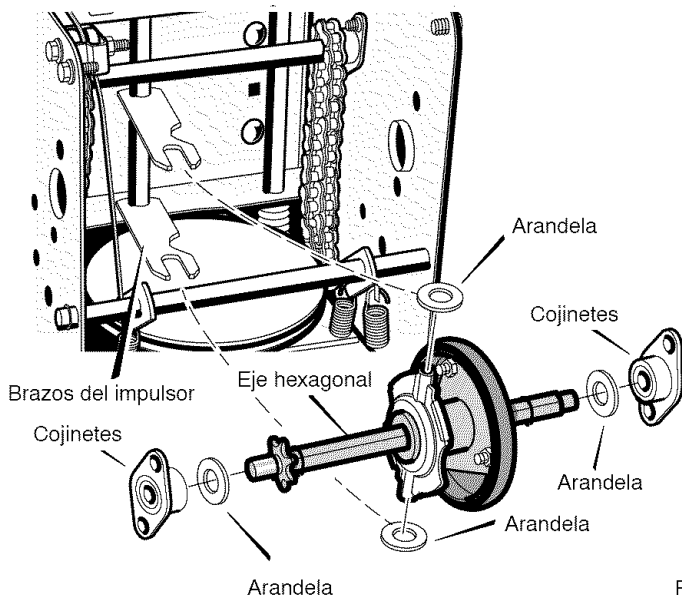

Figura 91
14. Instale el **eje hexagonal** y los **cojinetes** con los cuatro pernos que quitó antes (Figura 91).